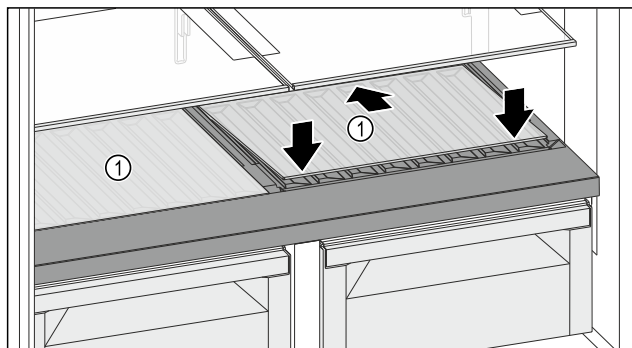

Fig. 134
- Postavite staklenu ploču Fig. 134 (1) ukoso, nagnutu straga prema dolje.
- Staklenu ploču Fig. 134 (1) podignite sprijeda.